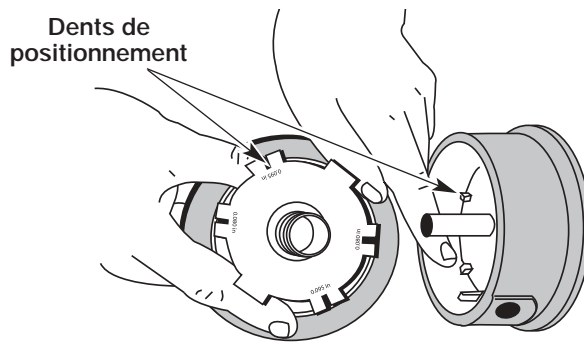

Fig. 26
5. Vérifiez l'état d'usure des dents de positionnement sur le moulinet intérieur et la bobine extérieure (Fig. 26). Enlevez les ébarbures ou remplacez le moulinet et la bobine au besoin.